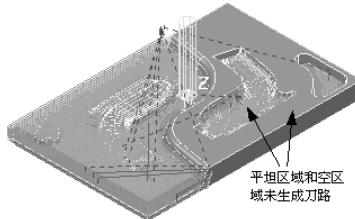

图 2-6 关下切方式
**【关】：**选择此选项，下切步距计算不侦测平坦区域，即平坦区域和空区域在平坦面Z高度层都未生成刀路，如图2-6所示。